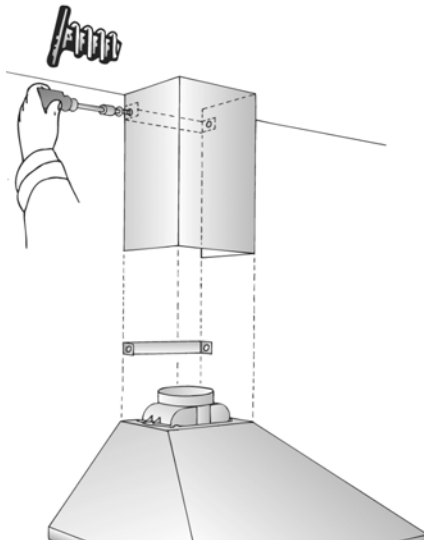

Рис. 10
13. Установите нижний воздухопровод на вытяжку и привинтите вытяжку к воздухопроводу снизу двумя длинными винтами (рис. 10).
⚠ Чтобы защитить от царапин верхний воздухопровод, когда он надевается на нижний воздухопровод, закройте верхний край нижнего воздухопровода шаблоном, использовавшимся для маркировки стены, или другим защитным материалом (рис. 10).
Затем привинтите воздухопровод с боковых сторон к скобе крепления двумя короткими винтами (рис. 10).